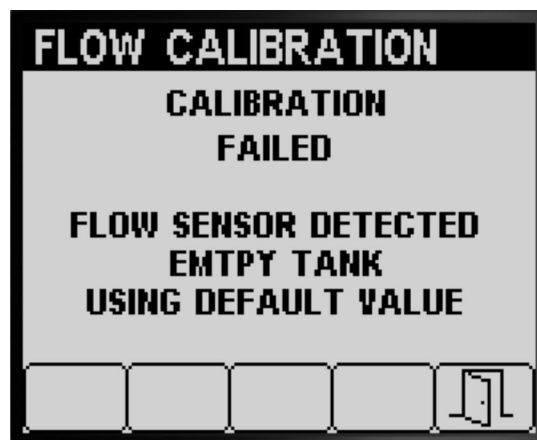
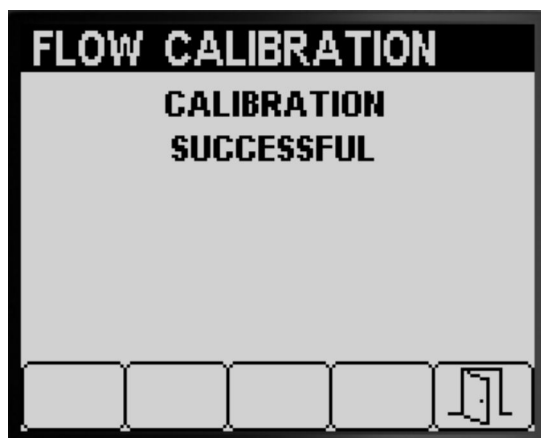
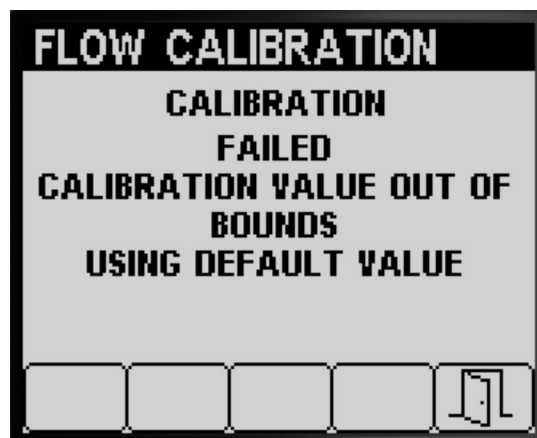

Figura 56
Figura 55
Figura 57
- Aparece un mensaje para confirmar que la calibración de caudal ha finalizado con éxito (Figura 55).
Si el valor de calibración está fuera de los límites (Figura 57), póngase en contacto con su servicio técnico autorizado de Toro; de lo contrario, revise el mensaje de error y repita los pasos de calibración descritos en Preparación de la prueba de volumen (página 18), Realización de la prueba de volumen de la sección de fumigación (página 21) y Realización del cálculo de calibración (página 22).
- Aparece un mensaje para indicar que la calibración de caudal ha finalizado con error (Figura 56).
3. Pulse el botón 5 para salir de la pantalla Calibración de velocidad (Figura 55, Figura 56 y Figura 57).